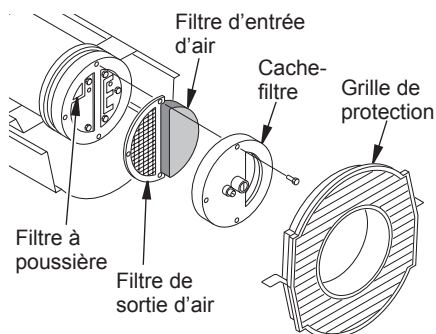

Figure 11 - Filtrés de sortie et d'entrée d'air et filtre à poussière, modèles 40/55T/70T
2. En utilisant un tourne-écrou de 5/16 po démontez les vis de fixation du cache-filtre (voir Figure 11 ou 12).